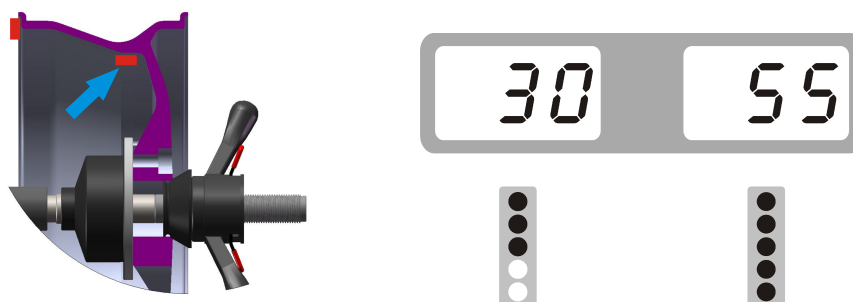

図6
5.2.5. 外側のアンバランス表示ランプが全て点灯するまで、反時計回りに手でタイヤをゆっくり動かします。この時リム外側の12時の位置(9H=off)または9時の位置(9H=on)が、アンバランスポイントの位置です。バランスウェイトの正しい位置の選択はアイコンによって示され、対応する重量のバランスウェイトは図6のように正しい位置に付けます。